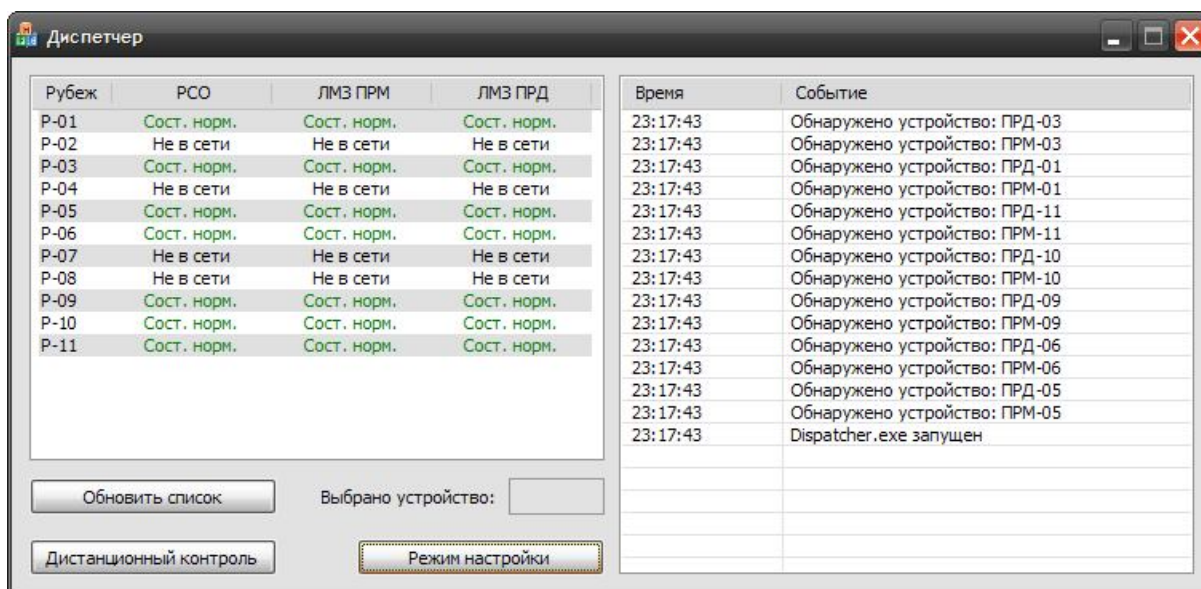

Рисунок 2.4 – окно программы Dispatcher
- 2.7.7. В появившемся после выбора порта окне (рисунок 2.4) виден перечень устройств, обнаруженных на шине. Остальные помечены как «не в сети». Для каждого из 3-х датчиков комплекта (датчик РСО, ЛМЗ ПРМ, ЛМЗ ПРД) возможны следующие состояния: